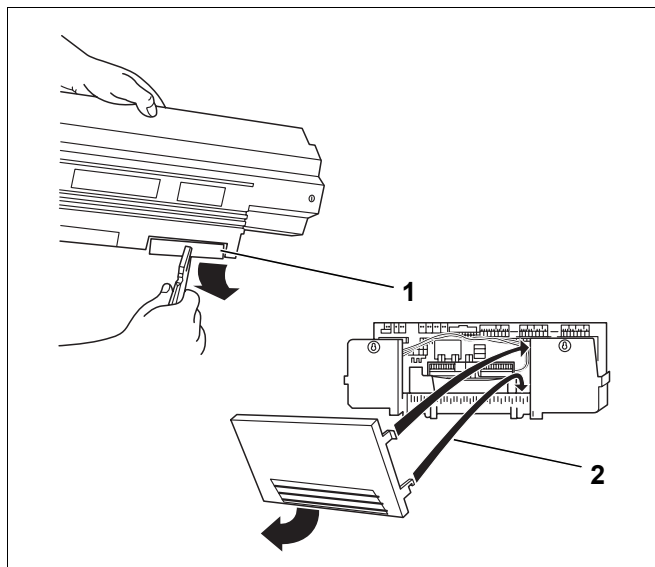

Bild 61 Kabeldurchgang vorbereiten
- ▶ Ausbrechteile (Bild 61, **Pos. 1**) wenn nötig in der Rückwand des Kabeldurchganges (Logamatic 33xx) herausbrechen bzw. Rückwandteil (Logamatic 43xx) abnehmen (Bild 61, **Pos. 2**).
- Rückwandteil (Logamatic 43xx) mit dem unteren Haken in den Schellenrahmen einhängen und dann oben beidrücken, bis die seitlichen Haken einrasten (Bild 61, **Pos. 2**).